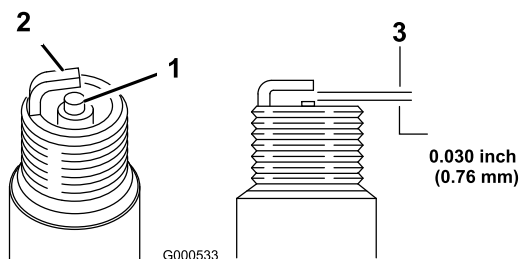

Figura 51
1. Veja a parte central das velas de ignição (Figura 51).
2. Verifique a folga entre os eléctrodos central e lateral (Figura 51) e dobre o eléctrodo lateral, se verificar uma folga incorrecta.